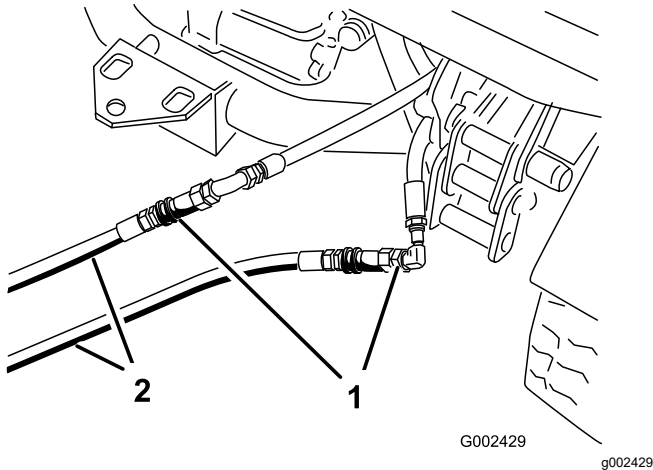

図 75
3. 故障しているワークマンのカップラホースに、救援用ホース 2 本を接続する 図 75。